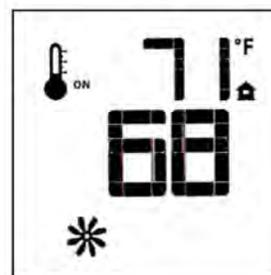

Figure 54.
- La vitesse des ventilateurs peut être ajustée à six niveaux de réglage. Pour activer cette fonction, appuyez sur la touche «Mode» pour afficher l'icône du ventilateur (Fig. 54). Les ventilateurs ne démarreront pas s'ils ne sont pas réglés à «ON».